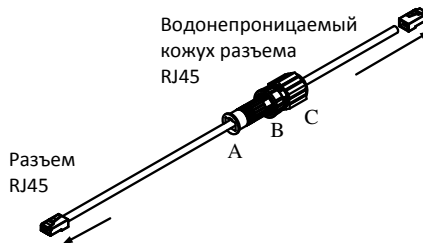

Рис. 3
3. Установите водонепроницаемый кожух разъема (А, В и С) на Ethernet-кабель. См. Рис. 3.
5. Установите разъем (А) на разъем RJ-45, подключенный к порту DATA IN. См. рис. 3.
6. Установите кожух (В) на разъем и винт (только с помощью ручной затяжки). См. рис. 3.
7. Установите кожух (С) на разъем и винт (только с помощью ручной затяжки). См. рис. 3.